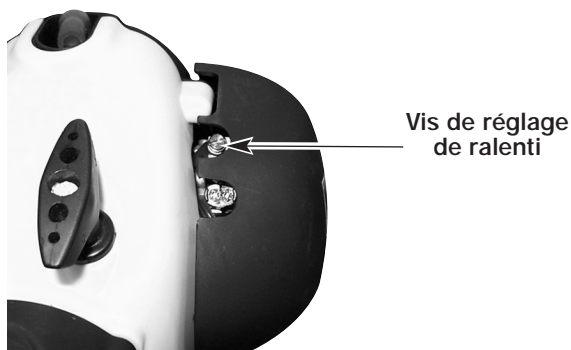

Fig. 36
1. Trouvez la vis de réglage de ralenti sur le carburateur (Fig. 36).